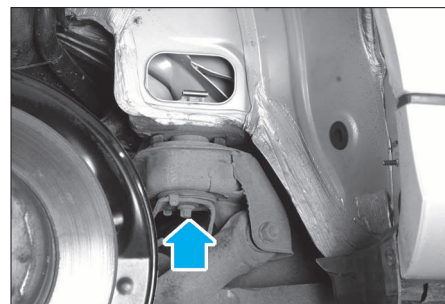
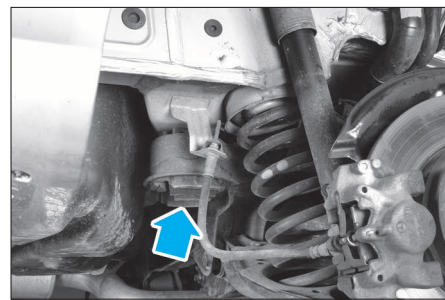

FIG. 30
FIG. 31
- Déposer les fixations avant (Fig.30) et arrière (Fig.31) du train AR.
- Remplacer les rondelles des vis (Fig.30).